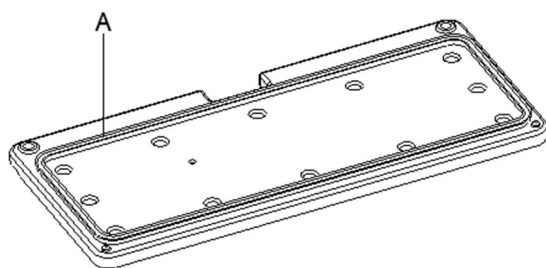

Figura 33
13. Limpe a gaxeta de borracha (A, Figura 33) da tampa e verifique a integridade e a eficiência. Se necessário, substitua-a.